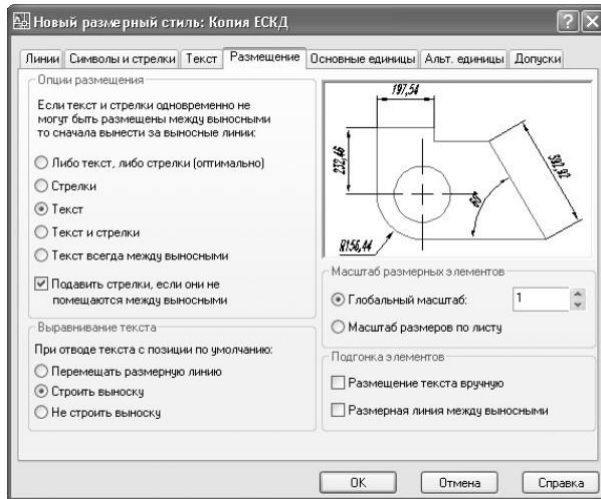

Рис. 11.6 Параметры расположения размерного текста и стрелок для нового стиля ЕСКД
12. Перейдите на вкладку Размещение и установите параметры расположения размерного текста и стрелок в соответствии с рис. 11.6: в группе Опции размещения выберите переключатель Текст и установите флажок Подавить стрелки, если они не помещаются между выносными; в группе Выравнивание текста выберите переключатель Строить выноску; в группе Подгонка элементов сбросьте флажок Размерная линия между выносными.